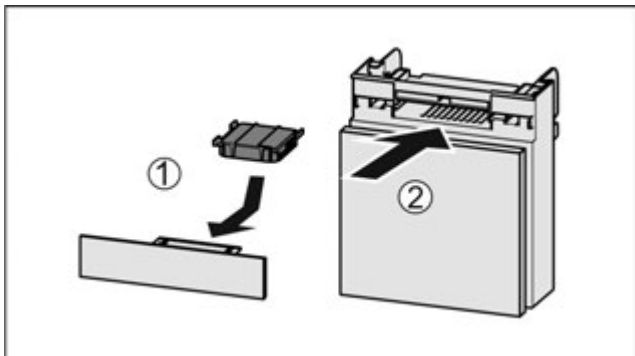

Fig. 160
- ▶ Вставити фільтр з активованого вугілля за малюнком Fig. 160 (1).
- ▶ Вставити відділення Fig. 160 (2).